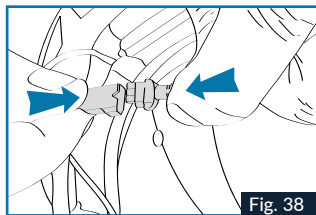

Fig. 38
10. Schließen Sie den Akku (dreipoliger schwarzer Stecker) und das Bedienfeld an (Abb. 38)